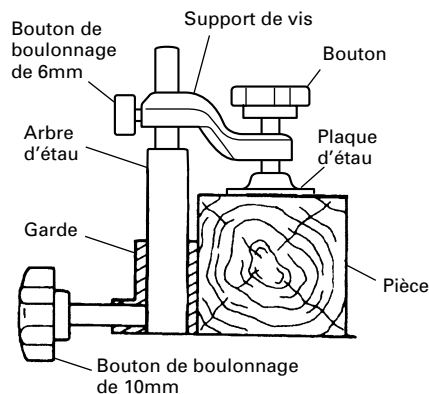

Fig. 17
- (1) L'ensemble d'étau se monte soit sur la garde gauche (garde (B)), soit sur la garde droite (garde (A)), en desserrant le bouton de boulonnage de 10mm.
- (2) Le support de vis se relève ou s'abaisse en fonction de la hauteur de la pièce en desserrant le bouton de boulonnage de 6mm. Après le réglage, resserrer fermement le bouton de boulonnage de 6mm et fixer le support de vis.
- (3) Tourner le bouton supérieur et fixer solidement la pièce en place (Fig. 17).